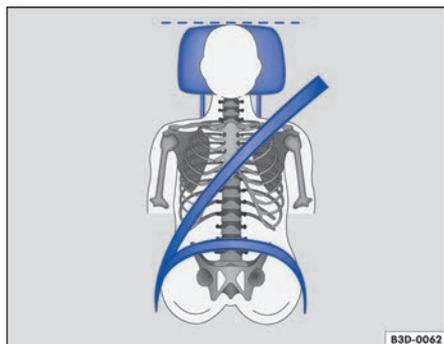

Fig. 54 Colocación correcta de la banda del cinturón y ajuste correcto del apoyacabezas.
- Ajuste el apoyacabezas de modo que el borde superior del mismo quede a la altura de la parte superior de la cabeza, pero nunca por debajo de los ojos. Mantenga la parte trasera de la cabeza siempre lo más cerca posible del apoyacabezas → fig. 53 y → fig. 54.